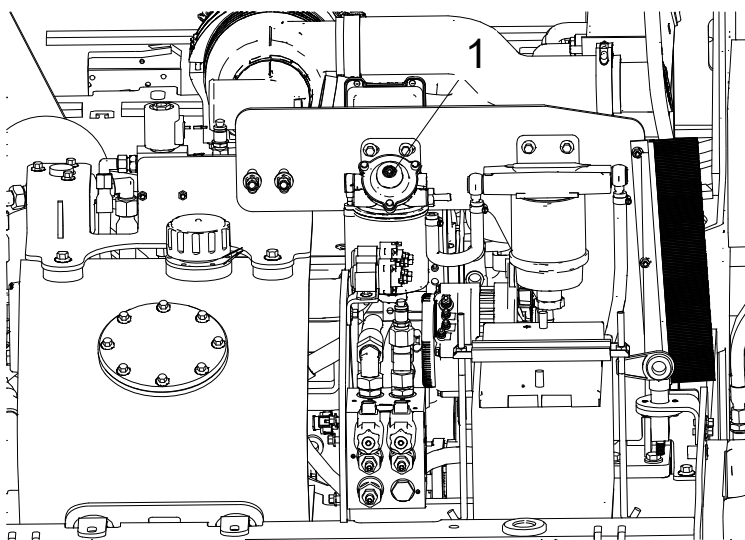

Рисунок 5-13: Ручной насос на топливном фильтре
- 2 Отвинтить фильтрующий патрон топливного фильтра (1), рисунок 5-13.